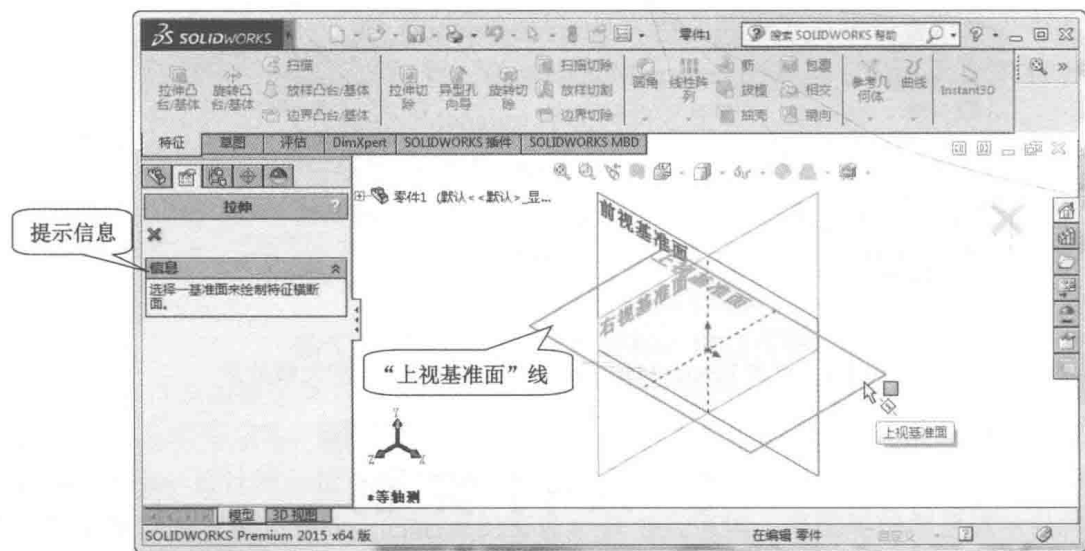

图 1-11 选择绘制草图基准面
(1) 在命令管理器的“特征”工具栏中，单击“拉伸凸台/基体”按钮，屏幕左窗格出现“选择一基准面来绘制特征横断面”提示信息，此时指针的形状变为，如图 1-11 所示。